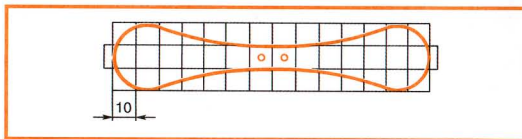

Рис. 68. Развертка воздушного винта
3. С помощью шаблона выполните разметку воздушного винта (рис. 68).